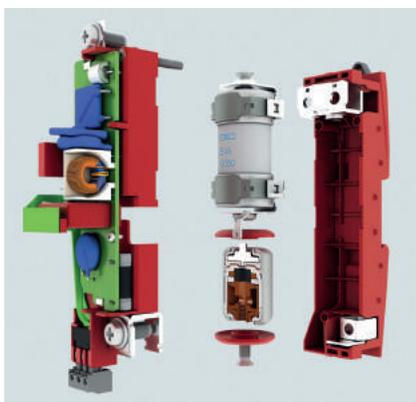

Bild 5 | SPD Typ 1 mit integrierter Vorsicherung
- **SPD mit integrierter Vorsicherung:** Überspannungs-Ableiter mit integrierter Vorsicherung (Bild 5) oder der neuen ACI-Technologie erleichtern das Einhalten der 0,5m Forderung. Hier entfällt eine zusätzliche Verdrahtung des ansonsten notwendigen Sicherungsorgans. Der Spannungsfall der Sicherung ist beim Schutzpegel des kombinierten SPDs bereits berücksichtigt. Hierdurch beträgt die effektive Leitungslänge b = 0m. Im Idealfall können beide vorgenannten Maßnahmen kombiniert werden. Dann stehen die gesamten 0,5m rein für die Leitungslänge a zur Verfügung.